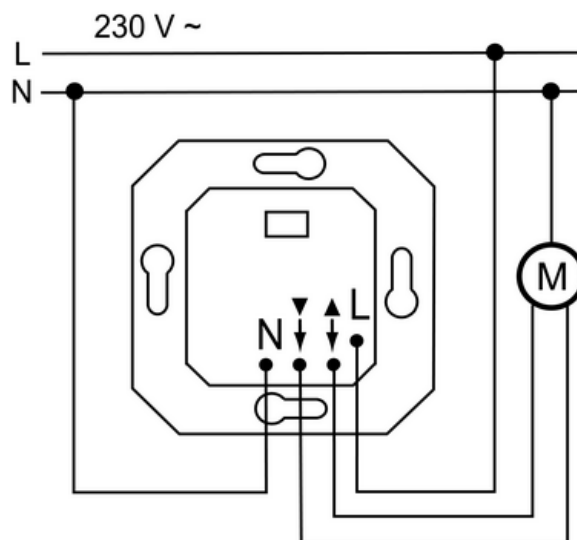

Figure 2: Raccordement du mécanisme
- Raccorder le mécanisme de store conformément au schéma de raccordement (figure 2).